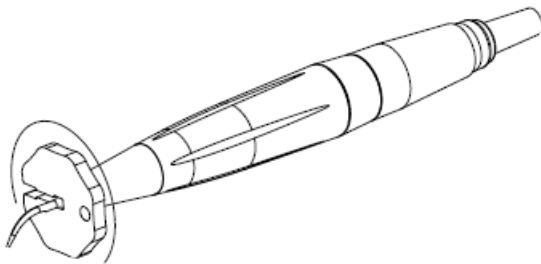

Рис. 5 – закручивание насадки ключом
3. Простерилизуйте насадки перед первым использованием (см. раздел 5.1. "Стерилизация"). Выберите подходящую насадку, и подсоедините ее вкручивающими движениями с помощью гаечного ключа. Закрутите её тщательно (см. рис. 5 ниже).